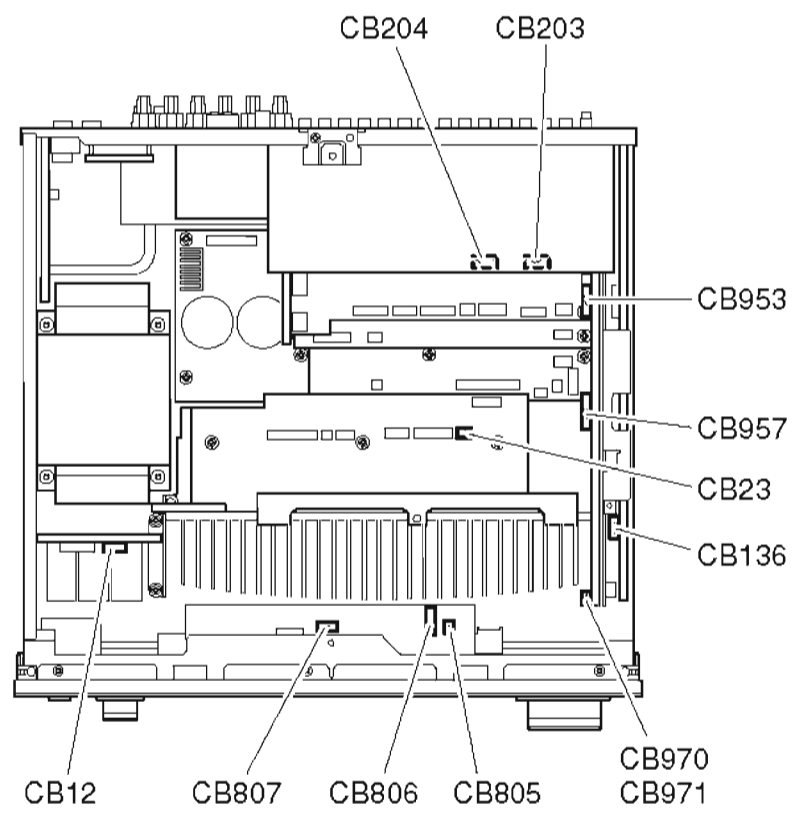

Fig. 3
- c. Remove CB12, CB805-807, CB970 and CB971. (Fig. 3)
- c. CB12、CB805-CB807、CB970、CB971を外します。(Fig. 3)
- Remove CB136, CB204, CB953, CB957. (Fig. 3)
- Remove CB23, CB203. (Fig. 3)
- CB136、CB204、CB953、CB957を外します。(Fig. 3)
- CB23、CB203を外します。(Fig. 3)